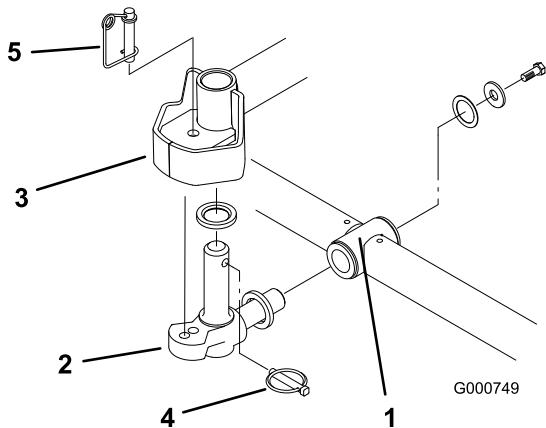

図 5
- スラストワッシャを ピボットナックルの水平シャフトに差し込む 図 5。
7. ピボットナックルの水平シャフトをキャリアフレームの取り付け穴に差し込む図 5。
8. スラストワッシャ、平ワッシャ、フランジヘッドネジを使って、ピボットナックルをキャリアフレームに固定する図 5。
9. ピボットナックルの垂直シャフトにスラストワッシャを差し込む図 5。
10. ピボットナックルの垂直シャフトを外している場合にはここで昇降アームのピボットハブに差し込む図 5。昇降アームのステアリングプレートの下にある枚のゴム製センターリングバンパーの間に、ピボットナックルを挟む。
11. ピボットナックルのシャフトに付いている穴にリンチピンを差し込む図 5。
注 カッティングユニットを固定モードで使用する場合にはステアリングロック・ピンをピボットナックルの取り付け穴に差し込んでください図 5。
14. ステアリングロック・ピンの下にスプリングを掛ける図 5。